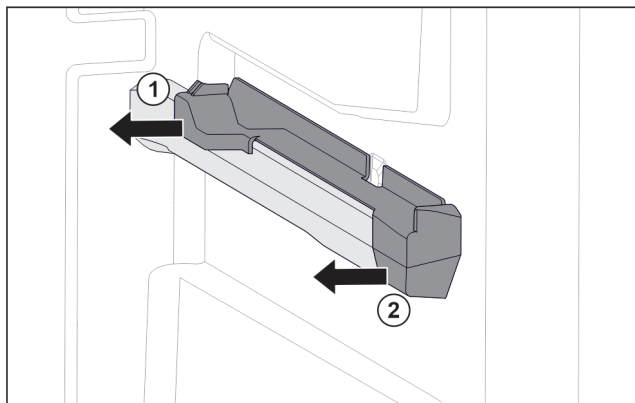

Fig. 71 Elemento inseribile sulla nervatura destra del contenitore
- Estrarre l'elemento inseribile dal lato posteriore di lato. Fig. 71 (1)
- Estrarre l'elemento inseribile dal lato anteriore di lato. Fig. 71 (2)